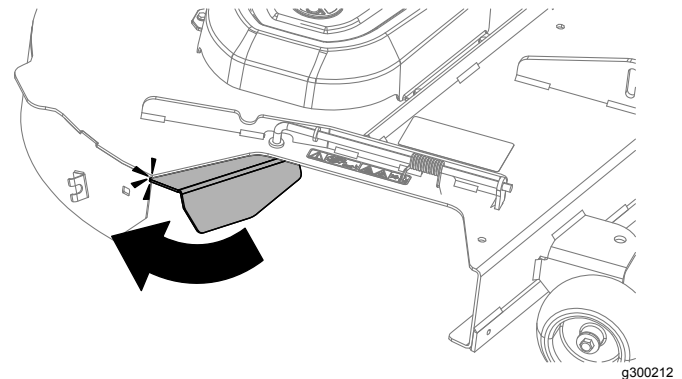

Bild 16
3. Drehen Sie das Versatzablenkblech des Heckfangsystems so, dass es die Hinterkante des Mähwerks berührt (Bild 16).